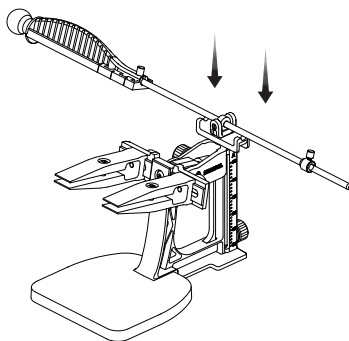

Fig. 5
5. Oprzyj pręt prowadzący do ostrzenia w gnieździe postojowym na belce wsporczej. (Patrz Fig. 5)